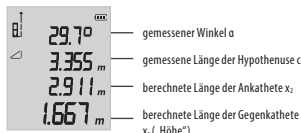

Abb. 6
- Die Messung wird wie in Abbildung 3 dargestellt durchgeführt, wobei die gestrichelte Linie und der in den Abbildungen gezeigte Winkel α mit dem Gerät gemessen werden. Das Ergebnis der Berechnung sind dann die Seitenlängen der Katheten. Die gemessenen und berechneten Werte werden auf dem Display angezeigt, siehe Abbildung 6.